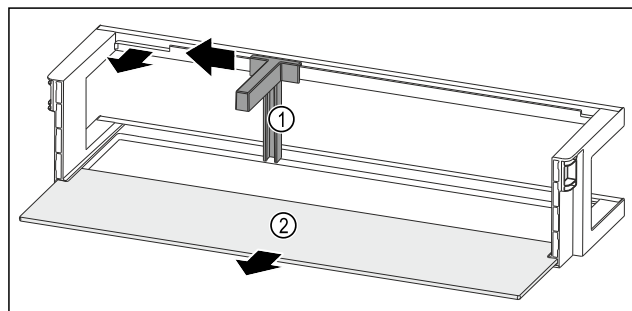

Fig. 261 Лотки на дверцятах із тримачем пляшок і полицею
- ▶ Пересуньте тримач пляшок Fig. 261 (1) убік до пази.
- ▶ Вийміть тримач пляшок Fig. 261 (1).
- ▶ Дістаньте полицю Fig. 261 (2).